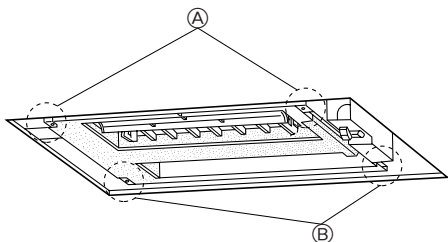

Fig. 5-2
①	Rejilla	1
②	Tornillo	6	M5 × 0,8 × 16
③	Tornillo	1	4 × 16
5.2. Comprobaciones a realizar antes de la colocación (Fig. 5-2, 3)